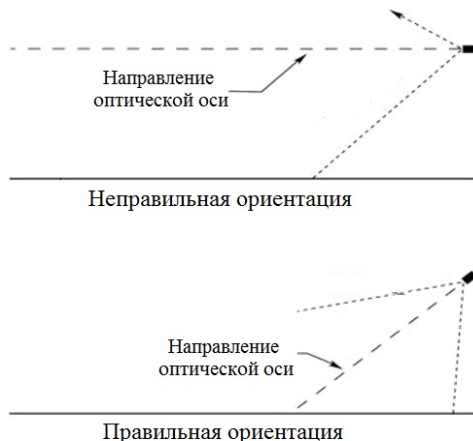

Рисунок 3 – Установка термокожуха с ИК-прожектором по отношению к горизонту
- Открутить винты крепления крепежно-юстировочного устройства (5) и отсоединить от него термокожух, рис. 3;
- Определить место установки и закрепить крепежно-юстировочное устройство (6) к рабочей поверхности;
- Открутить фиксирующие винты и извлечь наполовину основание (заднюю крышку) с шиной из корпуса термокожуха, рис. 3;
- Установить термокожух на крепежно-юстировочное устройство (6) и зафиксировать при помощи болта (5), рис. 3;